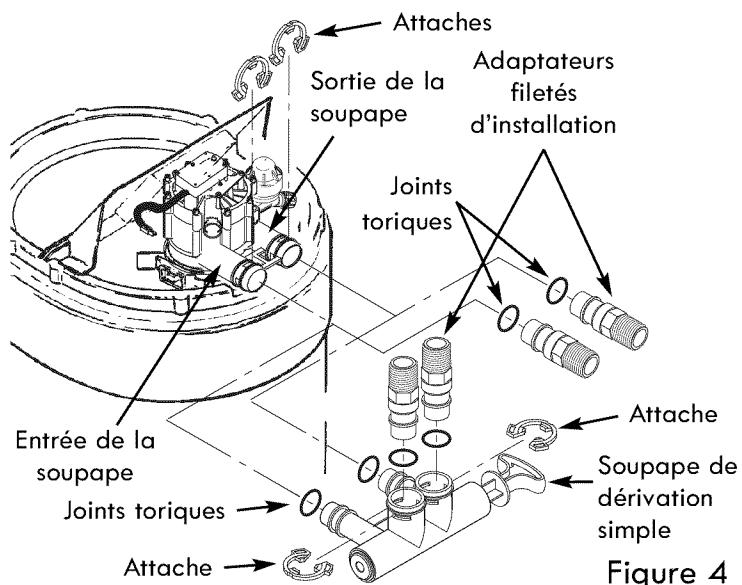

Figure 4
5. Procédez à une inspection visuelle et retirez tous les débris des orifices d'entrée et de sortie de l'adoucisseur d'eau (voir figure 4). Enlevez soigneusement les deux grandes attaches en plastique (celles-ci seront réutilisées). Assurez-vous que la turbine et le support sont fermement en place (voir figure 5).